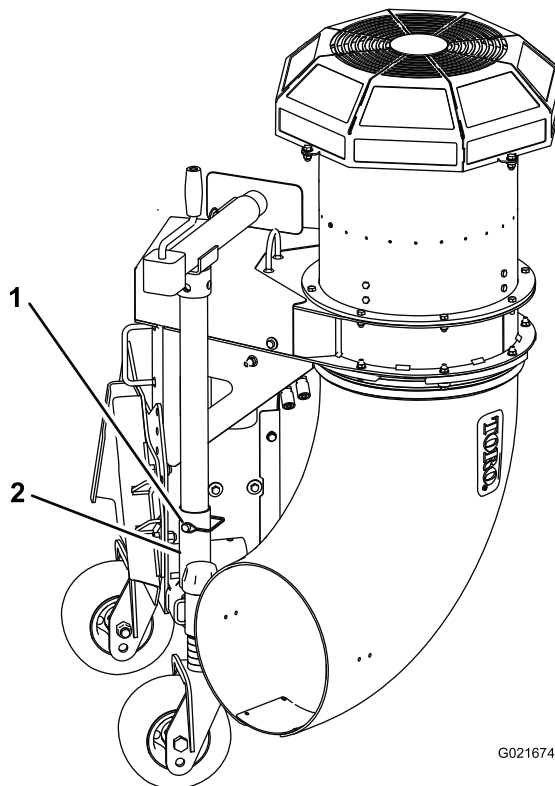

Figura 5
5. Retire o pino de encaixe que prende o tubo do apoio ao tubo de montagem (Figura 5). Retire o conjunto do apoio da posição de armazenamento.